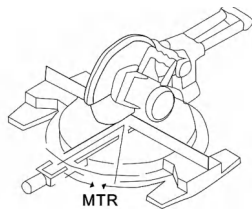

Abb.6
---Stellen Sie den MTR-Wert an der Schneidemaschine so ein, dass ein schräger Querschnitt erfolgt (Abb.6) .